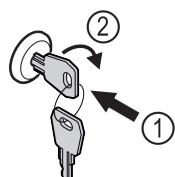

Fig. 131 Atvaizdo pavyzdys
- Ispauskite raktą Fig. 131 (1).
- Pasukite raktą 90° pagal laikrodžio rodyklę Fig. 131 (2).